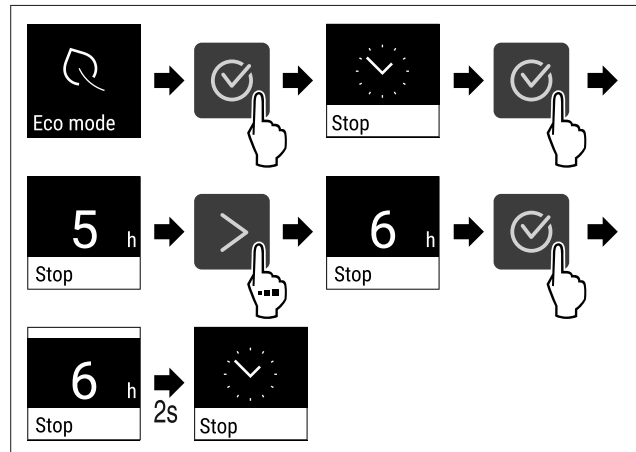

Fig. 63
▶ Végezze el a gyakorlati lépéseket (lásd Fig. 63).